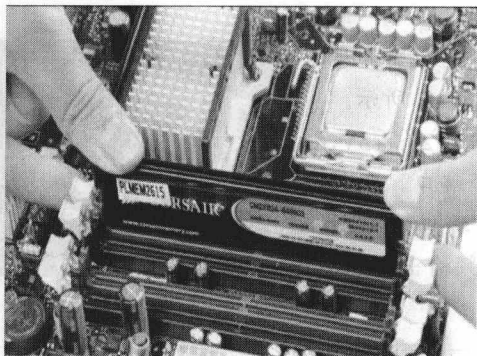

图 1-6 安装内存条
(5) 安装内存条
① 先将插座两边的白色卡子向外扳开（约呈 45° ）。
② 使内存条插脚的缺口与插座上的定位凸起对应，将内存条垂直放入两边白色卡子的槽中，双手拇指按住内存条垂直向下用力，并用食指扶住卡子稍向上用力，使内存条插入插座。
③ 插接过程中，两边的卡子随压力抬起，最后，卡子上端的钩子正好卡住内存条两边的半圆形卡口，如图 1-6 所示。
④ 如要取出内存条，用两手指同时向外扳卡子，即可将内存条取出。